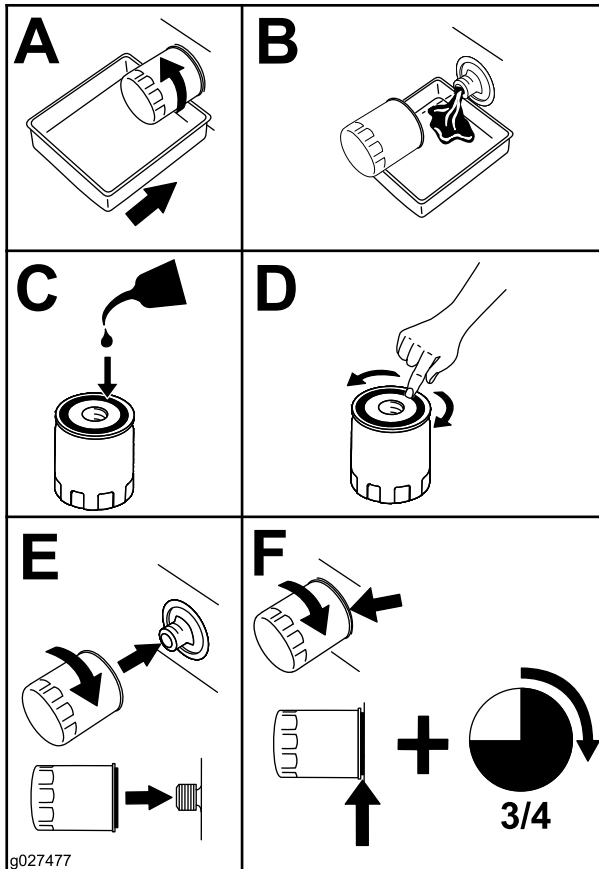

Figure 50
5. Remplacez le filtre à huile moteur (Figure 50).